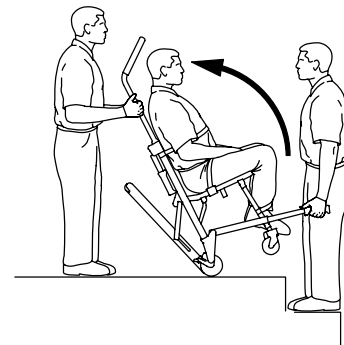

Figura 9 – Incline a cadeira
6. Operador na extremidade do lado da cabeça: Incline a cadeira para trás o suficiente para permitir que o sistema **Stair-TREAD** esteja em contacto com o chão (Figura 9).